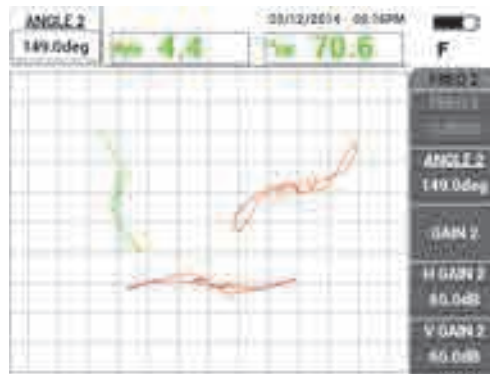

Рис. 5-140 Настройка угла сигнала частоты 2 на опорном кольце
8. Дважды нажмите клавишу ANGLE (◀▶) и настройте угол сигнала частоты 2 (красн.) так, чтобы сигнал отверстия принял почти вертикальное положение (см. Рис. 5-140 на стр. 232).